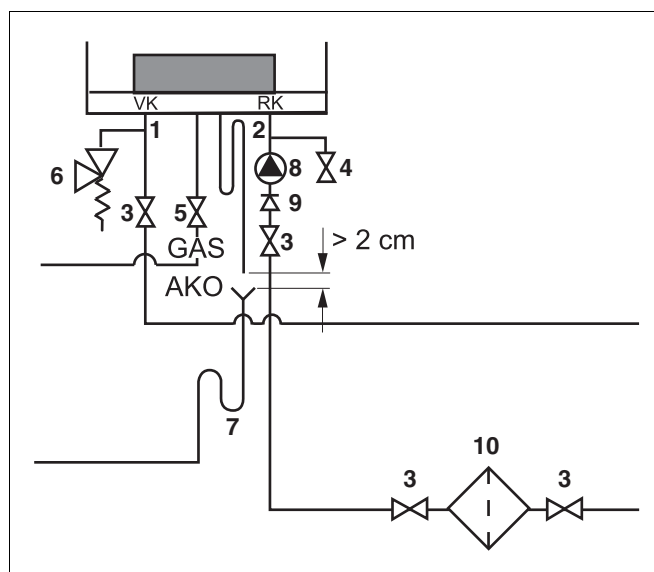

Рис. 14 Подключение подающей и обратной линий
В целях защиты всей системы отопления рекомендуется на обратной линии системы отопления установить фильтр. (рис. 14, **поз. 10**).
- Смонтировать подающую линию с установленным плоским резиновым уплотнением на подключении VK (подающая линия котла) (рис. 14, **поз. 1**), следя за тем чтобы не возникло напряжений. Для подключения подающей линии использовать трубы с минимальным диаметром 1½".
- Смонтировать обратную линию с установленным плоским резиновым уплотнением на подключении RK (обратная линия котла) (рис. 14, **поз. 2**), следя за тем, чтобы не возникло напряжений. Для подключения обратной линии использовать трубы с минимальным диаметром 1½".
- Для технического обслуживания и текущего ремонта отопительного котла в подающей и обратной линии установить по сервисному крану (рис. 14, **поз. 3**). Использовать сервисные краны с минимальным диаметром 1½".
- Подключить к обратной линии кран для заполнения и слива (рис. 14, **поз. 4**).